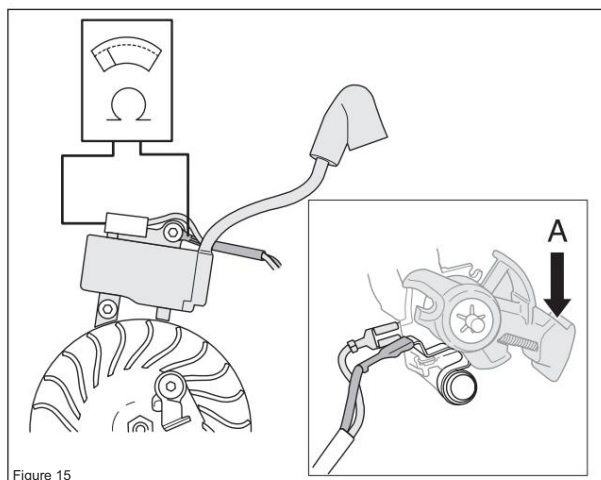
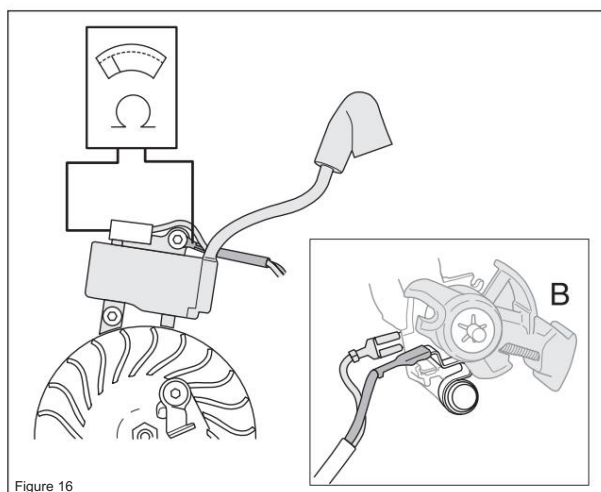

Figure 15
Figure 16
Mesurez la résistance en connectant un multimètre à la bobine d'allumage. REMARQUE! L'interrupteur doit être en position « marche » (A) pour donner une lecture correcte. (voir figure 15)
L'interrupteur d'arrêt est en position marche lorsque le bouton est maintenu enfoncé (A) (voir figure 15) et en position arrêt, le bouton est au point mort (B). (Voir figure 16)